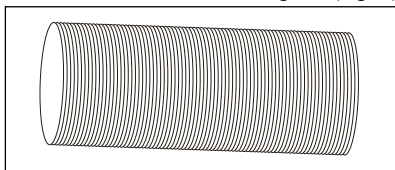

Fig. 3
1. Retire o tubo da embalagem. (Fig. 3).